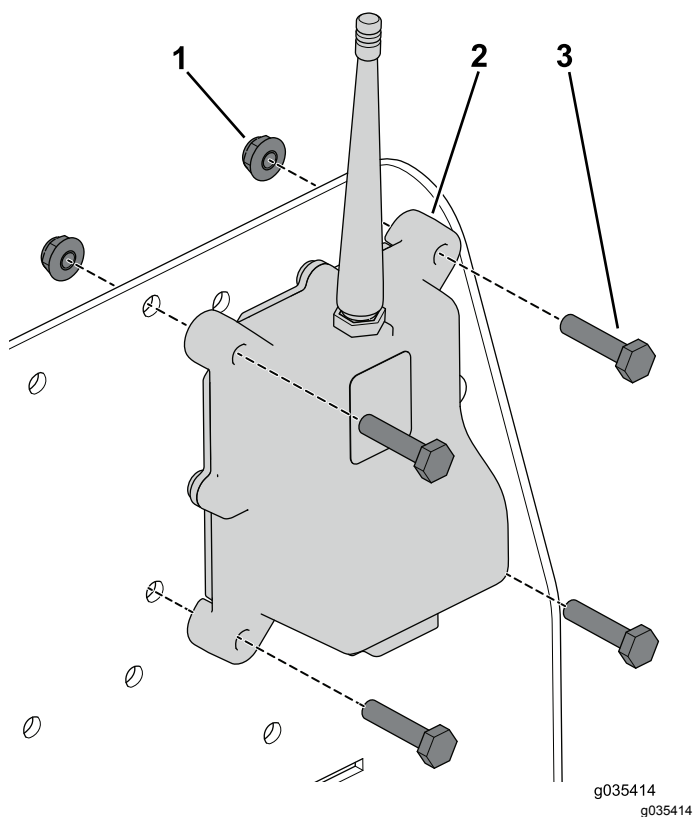

図 11
1. トランシーバを固定するキャリッジボルト 1/4 x 3/4 インチ 4 本とフランジナットを使う 図 11。